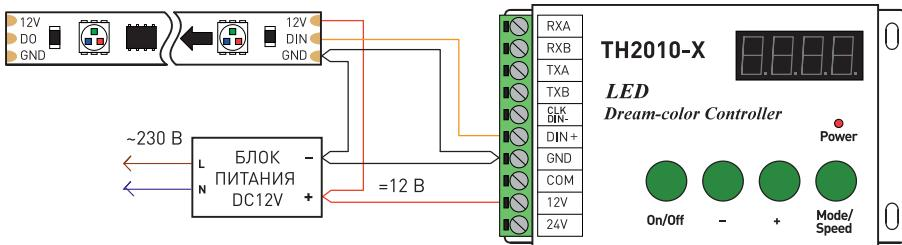
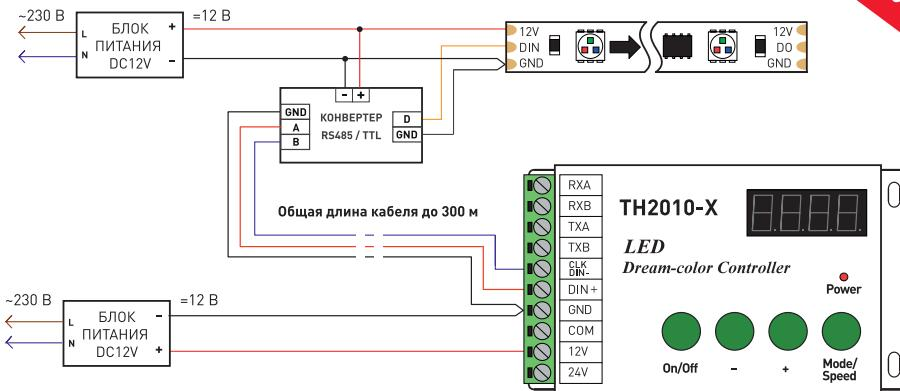

Рис. 2. Схема подключения контроллера с использованием общего источника питания для ленты и контроллера.
Рис. 4. Схема подключения при большой удаленности ленты от контроллера.
3.3. Выполните подключение по одной из нижеприведенных схем [Рис. 2 — Рис. 4]